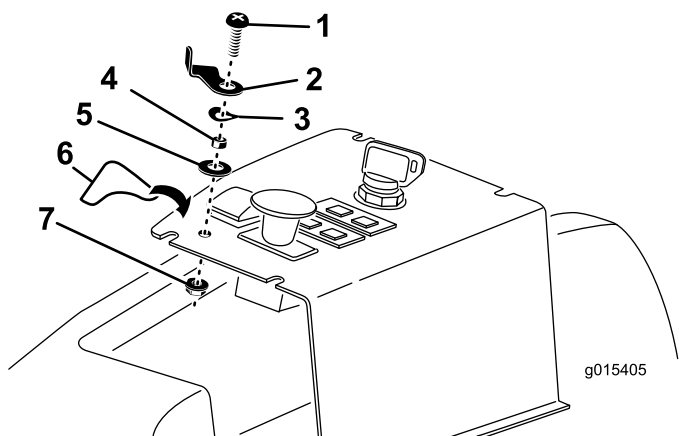

Figura 13
- Inserte la palanca de bloqueo del interruptor de elevación, un espaciador, una arandela ondulada y una arandela plana sobre el tornillo de cabeza redonda de 1/4 x 1 pulgada, colocándolo según se muestra en (Figura 13)
- Inserte el tornillo con el conjunto de la palanca de bloqueo del interruptor de elevación en el taladro del panel de control y sujételo con una contratuercas. Posicione la palanca de bloqueo del interruptor de elevación según se muestra en Figura 13.
- Coloque la pegatina de la palanca de bloqueo del interruptor de elevación en el panel de control, según se muestra en Figura 13.